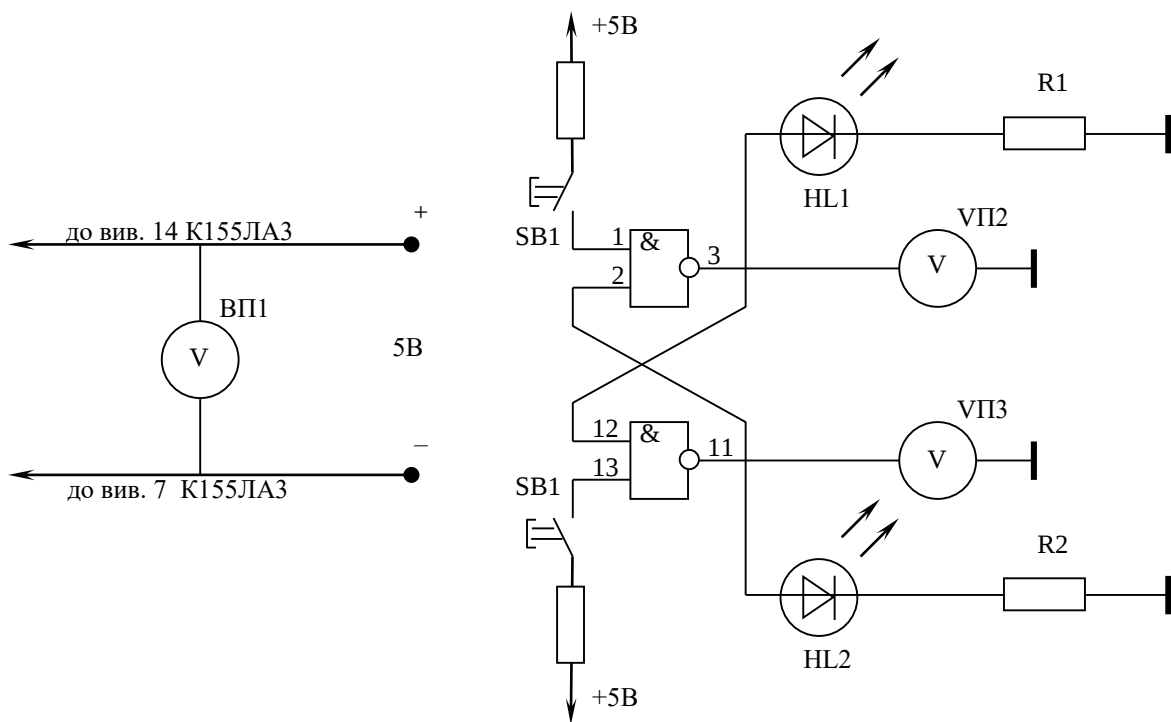

Рисунок 5.6
7. Зібрати схему відповідно до рис. 5.6. і провести аналогічні дослід, подаючи на вхід "1".